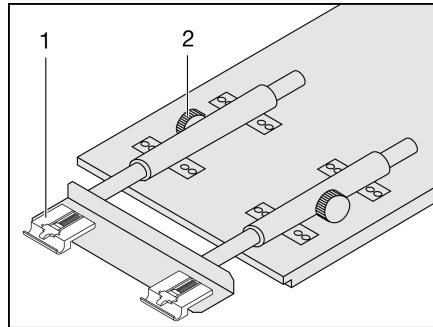

Bild 71 Hängetisch vergrößern
- Die Rändelschrauben (Bild 71,2) lösen.
- Die Tischplatte vorne leicht anheben und bis zum Anschlag herausziehen. Die Tischverlängerung (Bild 71,1) ist ganz ausgezogen.
- Die Tischplatte vorne leicht anheben und bis zum Anschlag zurückschieben. Die Tischverlängerung (Bild 71,1) ist ganz eingeschoben.